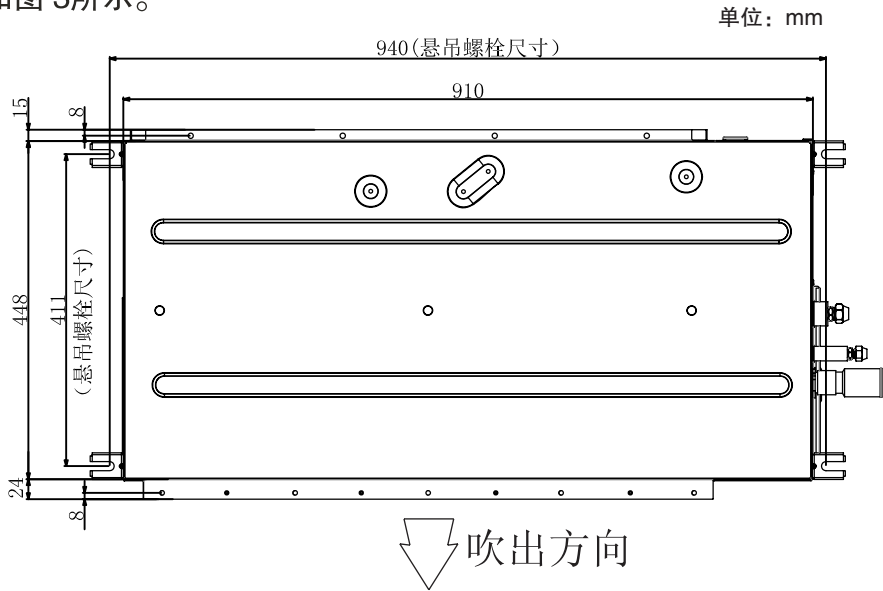

图3 悬吊螺栓
- (1) 标示悬吊螺栓位置、制冷剂管连接位置和排水管连接位置。
- (2) 安装尺寸如图 3所示。